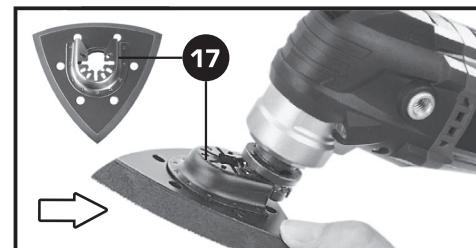

Figura 4
- Coloque la base para lijas (17) (figura 4).